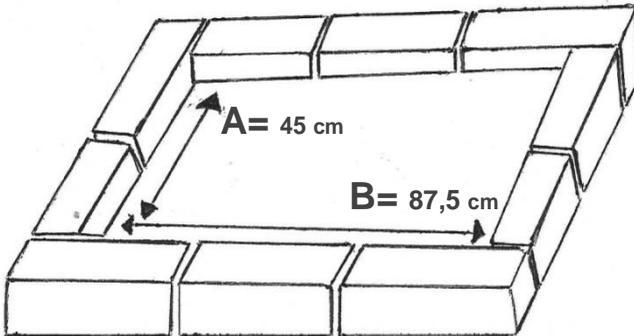

Figure 12 : Schéma de coffrage d'une dalle de défécation avec des parpaings
- Les coffrages peuvent être réalisés en chevrons de 8 x 8, en portions de planches ou encore en briques (*Figure 12*);